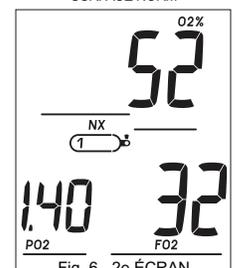

Fig. 6 - 2e ÉCRAN COMPLÉMENTAIRE SURFACE NORM (uniquement si Nitrox)
**DEUXIÈME ÉCRAN COMPLÉMENTAIRE SURFACE NORM : paramètres affichés (Fig. 6)**